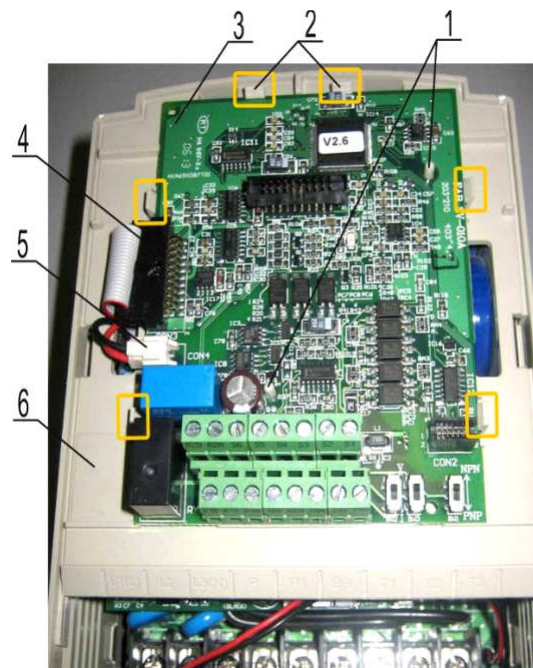

Рис. 7.17
7.9.1. Взять плату ЦП (3), соединить разъем (5) провода питания платы ЦП с разъемом на плате ЦП (3) (рис. 7.17).
7.9.2. Соединить розетку (4) шлейфа ЦП с разъемом на плате ЦП (3) (рис. 7.17).
7.9.3. Совместить отверстия в плате ЦП (3) с направляющими (1) средней части корпуса (6), установить плату ЦП на шести фиксаторах (2) (рис. 7.17).